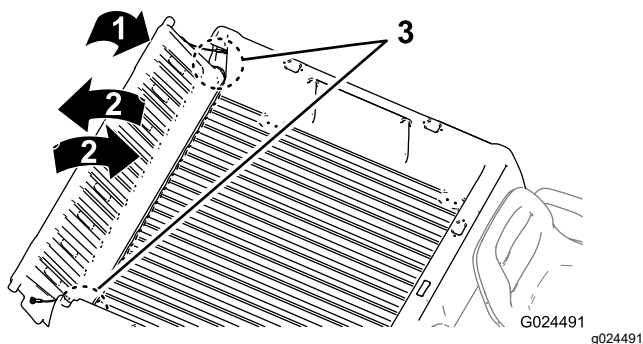

図 16
2. テールゲートを 45°程度の角度にする 図 16。
3. この位置から、テールゲートを小刻みに前後に振るように数回往復させる 図 16。